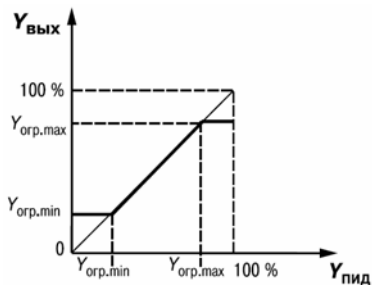

Рисунок 3.9
- максимальный  $Y_{огр.max}$  и минимальный  $Y_{огр.min}$  (рисунок 3.9).